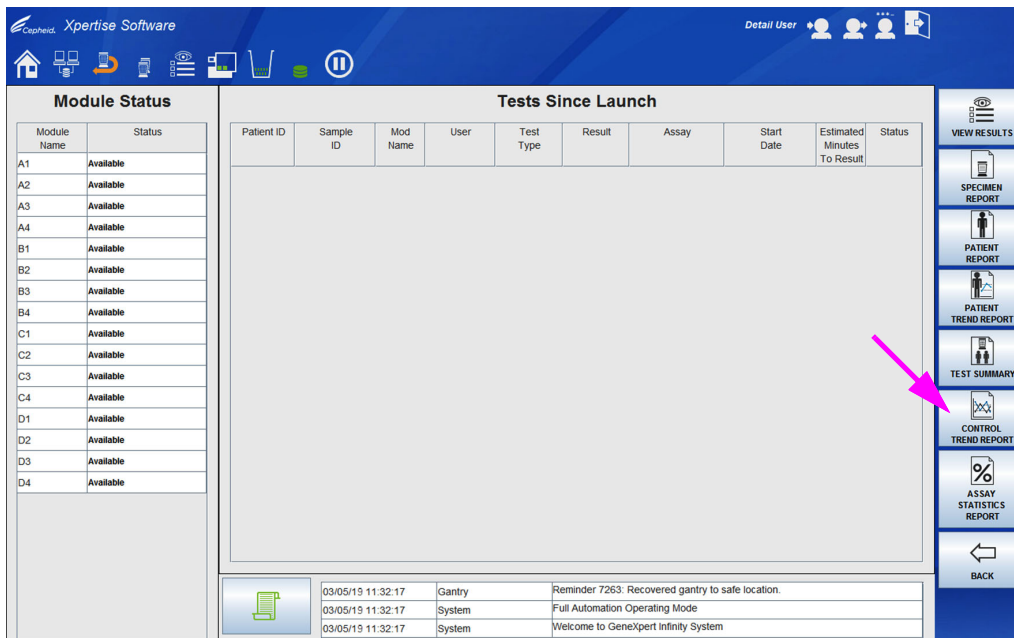
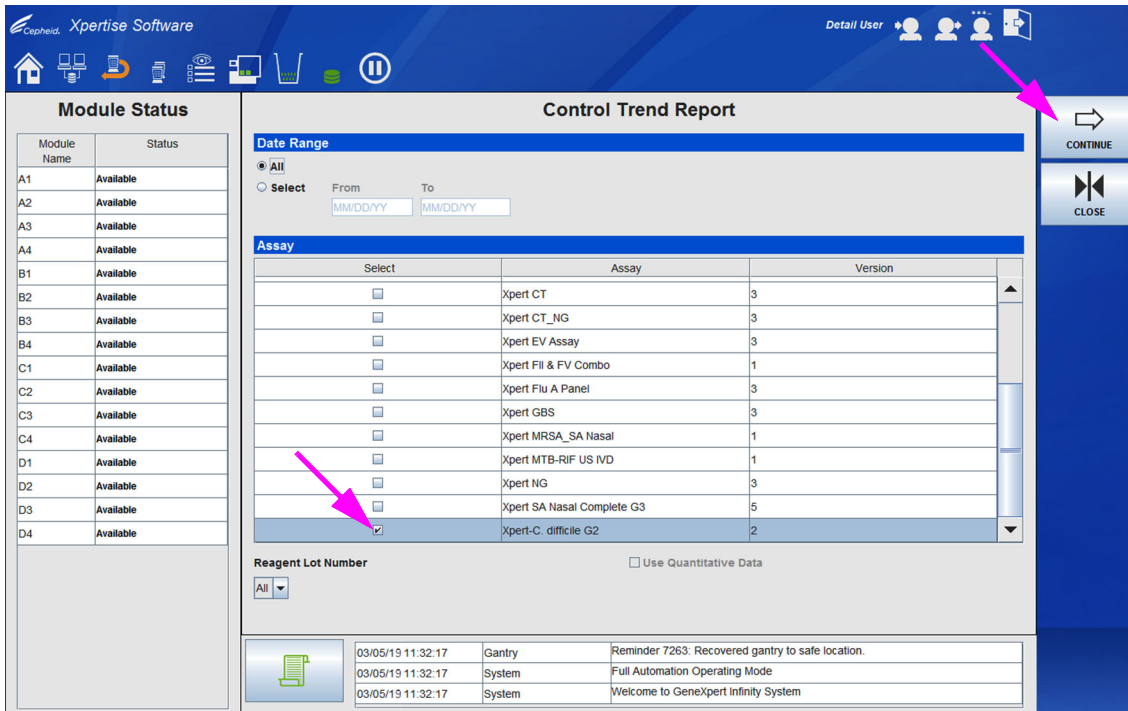
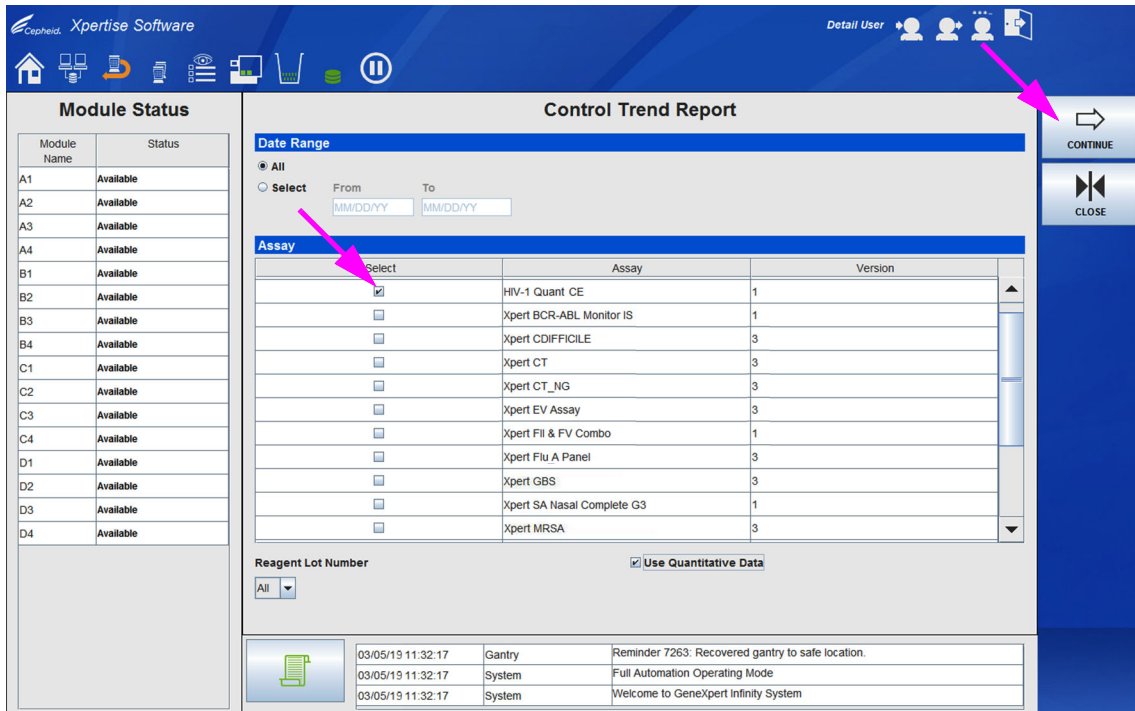

Figura 6-2. Menu Results (Resultados)
Figura 6-3. Área de trabalho Control Trend Report (Relatório de tendências de controlo) a mostrar ensaio qualitativo selecionado
Figura 6-5. Área de trabalho Control Trend Report (Relatório de tendências de controlo) a mostrar ensaio quantitativo selecionado
2. Prima o botão **CONTROL TREND REPORT (RELATÓRIO DE TENDÊNCIAS DE CONTROLO)** (ver Figura 6-2). A área de trabalho Control Trend Report (Relatório de tendências de controlo) é exibida. Ver Figura 6-3 para a seleção de ensaio qualitativo e a Figura 6-5 para a seleção de ensaio quantitativo.
4. Selecione um ensaio para gerar o relatório de tendências de controlo. Ver Figura 6-3 para a seleção de ensaio qualitativo e a Figura 6-5 para a seleção de ensaio quantitativo.
5. Selecione a caixa de verificação **Use Quantitative Data (Utilizar dados quantitativos)**, conforme aplicável. Se o ensaio selecionado for um ensaio qualitativo, a caixa de verificação **Use Quantitative Data (Utilizar dados quantitativos)** está desativada (a cinzento) (ver Figura 6-3). Se o ensaio selecionado for um ensaio quantitativo, a caixa de verificação **Use Quantitative Data (Utilizar dados quantitativos)** está ativada (ver Figura 6-5). Assinale a caixa de verificação **Use Quantitative Data (Utilizar dados quantitativos)** para gerar o relatório de tendências de controlo utilizando dados quantitativos.